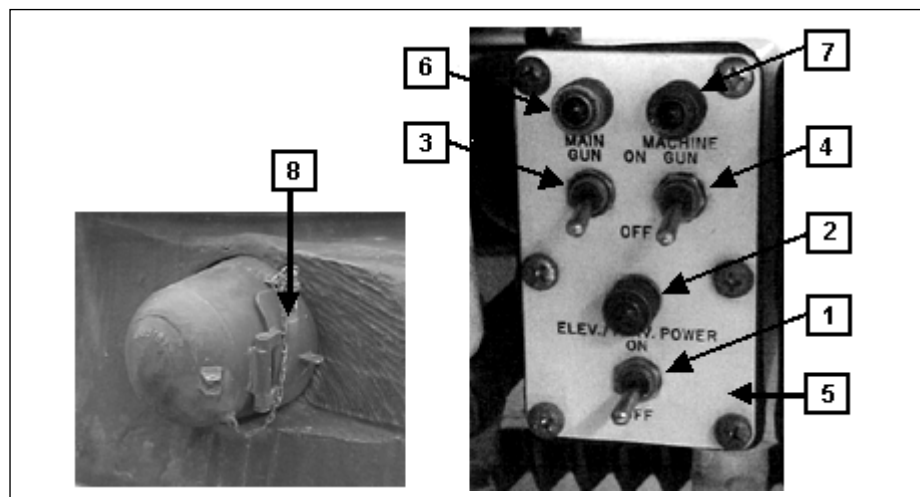

Fig 4-55. Tampa balística e caixa de controle de fogo
b. Procedimentos (Fig 4-55)
- (1) Ligar a chave geral das baterias.
- (2) Ligar a chave geral do sistema hidráulico(1). O indicador de força do sistema hidráulico(2) acenderá.
- (3) Ligar a tecla do Can(3). Se as teclas do Can(3) e da Mtr coaxial (4), na caixa de controle de fogo(5) estão ligadas, os indicadores (6 e 7) acenderão, ambos os armamentos poderão atirar se o gatilho for acionado. Selecionar a tecla da Mtr coaxial como desejar.
- (4) Após carregar, o Aux At coloca a alavanca de segurança do Can em fogo (FIRE).
- (5) Ligar a tecla do ventilador da torre (BLOWER). O ventilador deve estar funcionando para retirar os gases provenientes dos disparos.
- (6) Remover os filtros laser da caixa, no reparo da luneta e instalar no corpo do periscópio M35E1, do periscópio M36E1 e da luneta M105D. Remover o filtro instalado no emissor laser (R-T) e instalar o filtro da ocular do telêmetro laser.
- (7) Abrir a tampa balística(8) emissor do telêmetro laser e travar.